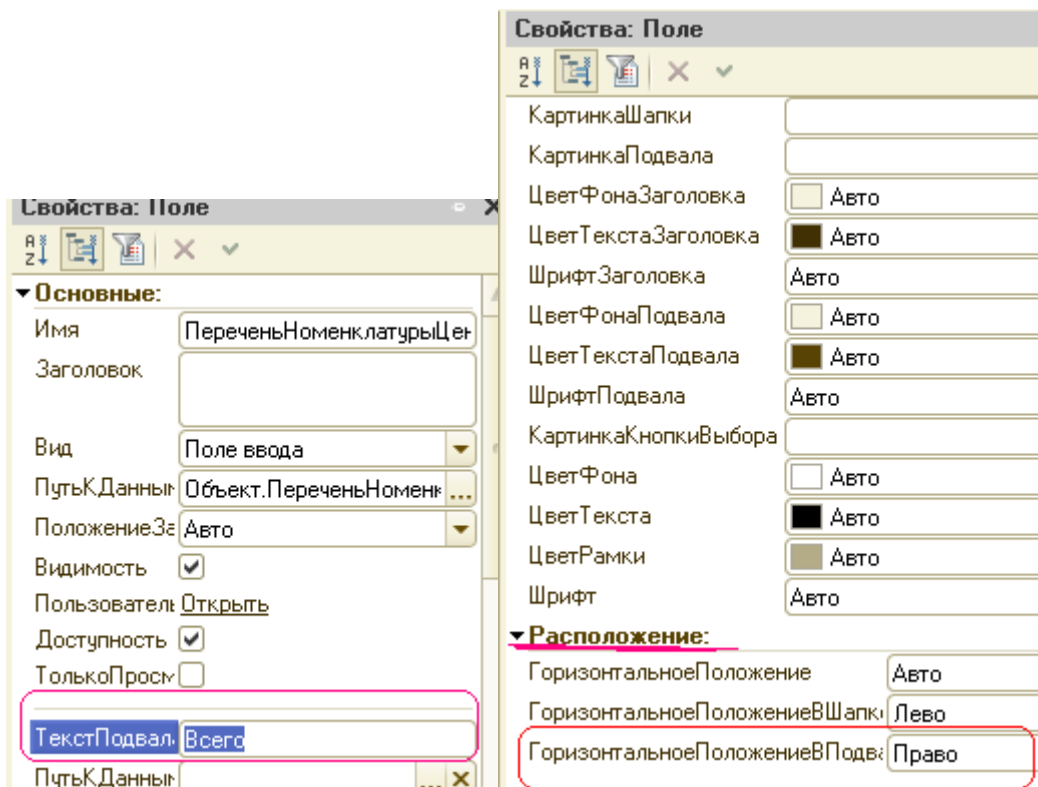
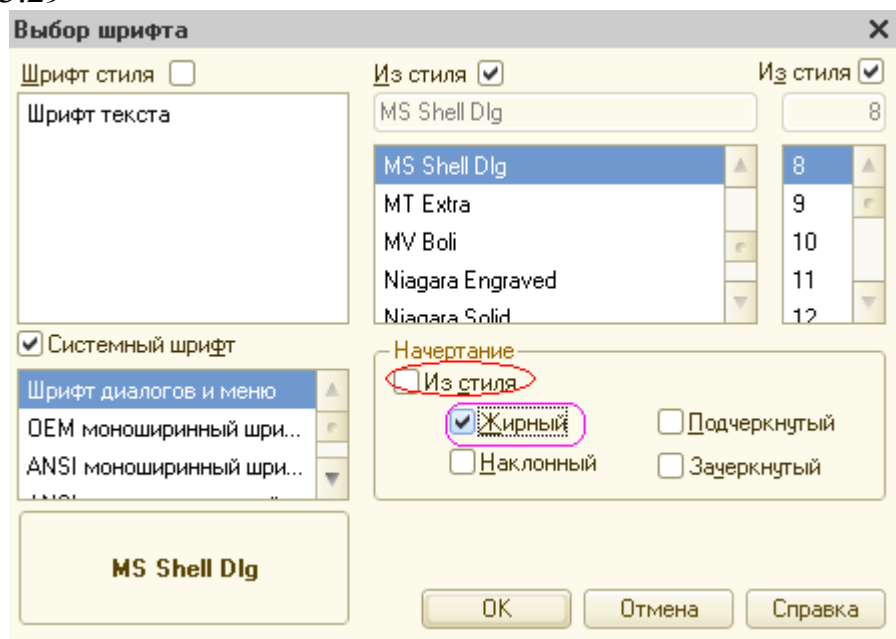

Рисунок 3.29
Рисунок 3.30
- Горизонтальное положение в подвале - Право (рис. 3.29), а в свойстве Шрифт подвала изменим начертание на Жирный (рис. 3.30).